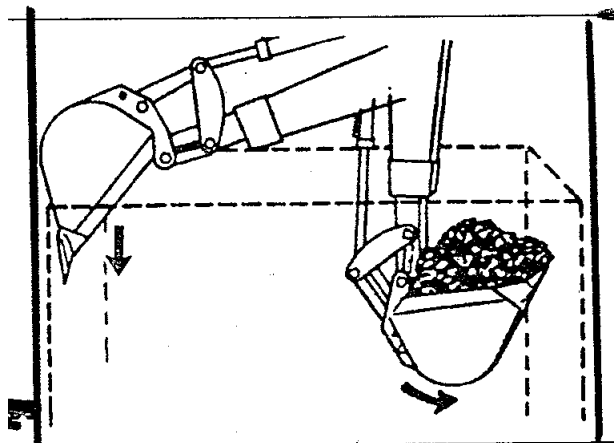

Рис. 4.67. Завершающая стадия по приданию вертикальности стенке котлована
8. Завершающую стадию по приданию вертикальности (относительно опорной поверхности) стенам котлована следует начинать от наиболее удаленной стены. Для этого следует опускать ковш вниз и одновременно раскладывать рукоять. При этом ковш должен опускаться вниз вертикально и в открытом положении. Затем отрабатывается вертикальность наиболее близкой стены котлована. Для этого необходимо поднимать ковш вверх так, чтобы его режущая кромка находилась в вертикальном положении (Рис. 4.67).